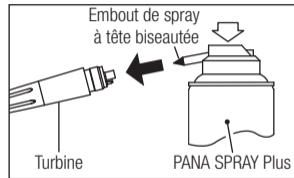

Fig. 11
- 2) Montez l'embout de lubrification à tête biseautée sur le raccord de la bombe d'aérosol. (Fig. 11)